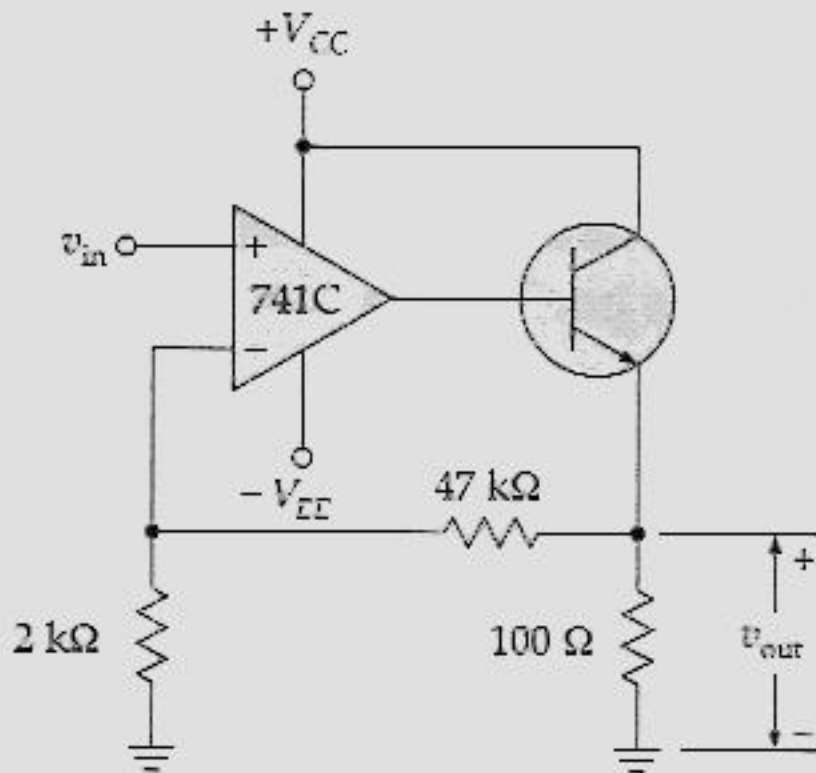

Figura 20.43
- 20.17 Na Figura 20.43, $\beta_{cc} = 100$ para o transistor. Se $v_{in} = 100\text{ mV}$, qual a tensão de saída? E a corrente de carga?